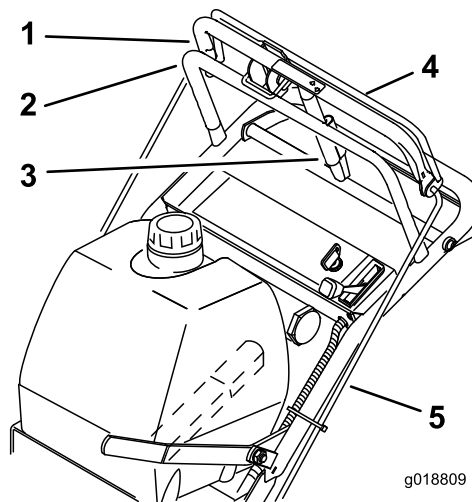

Figure 21
- Avec la transmission aux roues complètement embrayée, vérifiez l'écartement entre la barre de commande supérieure et la barre fixe. L'écart doit être d'environ 25 à 32 mm (1 à 1 ¼ po); voir Figure 21.